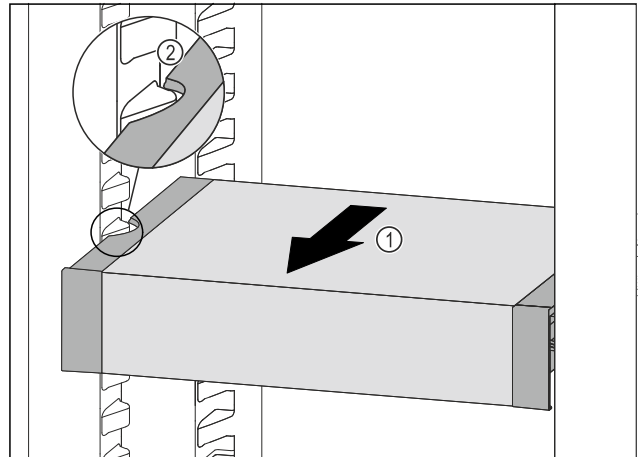

Fig. 96
- VarioSafe nach vorne ziehen Fig. 96 (1), bis sich die seitlichen Aussparungen des VarioSafes auf Höhe der Behälterrippe im Kühlteil befinden. Fig. 96 (2)